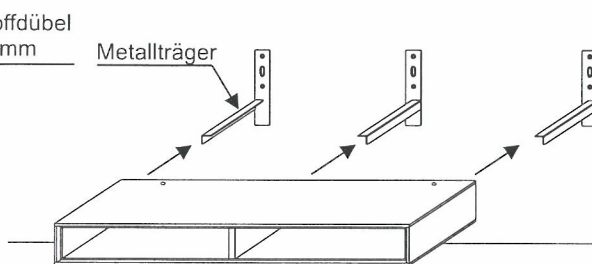

Abb.3
Wenn Sie das Möbel als Hängeelement verwenden möchten, werden die Sockelleisten nicht benötigt. Legen Sie die Position des Elements an der Zimmerwand fest und montieren anschließend die Aufhängeschiene wie in Abb.2 und Abb.3 dargestellt. Verwenden Sie zur Montage die mitgelieferten Ø8mm Kunststoffdübel und die Ø5,5x60 Zylinderkopfschrauben. Anschließend hängen Sie das Möbel an die Wand und richten diesen aus.
- Öffnen Sie die hintere Klappe des Kabelkanals und schieben das Möbel an die Wand. Rechts und Links sind an den Innenseiten der Außenseiten die Kippsicherungsbeschläge montiert. Drücken Sie die Gewindeschraube des Beschlags nach unten und schieben das Möbel dicht an die Wand. Lösen Sie anschließend den Druck auf die Schraube, sodass der Kopf der Schraube unter die Aufhängeschiene zurück springt. (Abb.3)
4. Nach der „Vor“ Montage der Metallträger schieben Sie das Möbel auf die Träger. (Abb.3)
3. Nachdem Sie die Kreuzplatten und den Tip-On Beschlag montiert haben, können Sie die Türen einhängen. (Abb. 3) Durch Verstellen der Einstellmöglichkeiten an den Topfbändern und dem Tip-On Beschlag richten Sie die Front aus.